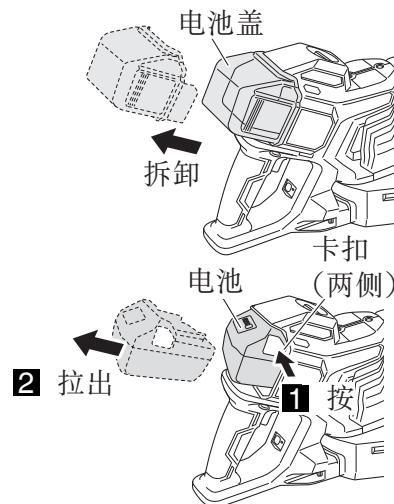

图 8
从本机拆卸电池时，按下两侧的插销，并将电池向上滑动拉出。(图 8)
5. 拆卸、插入电池盖和电池（第 13 页的图 8, 9）